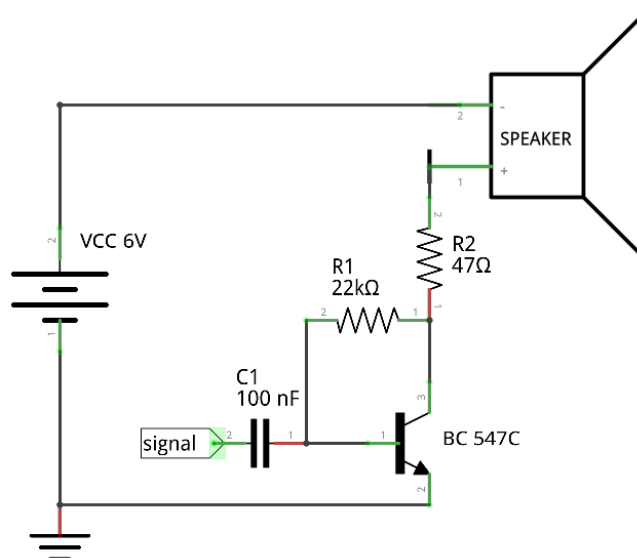

Bild 4.4: Transistorschaltung 03 - Der Bipolar-Transistor als Verstärker
- Baue folgende Transistor-Schaltung auf (Abbildung 4.4).